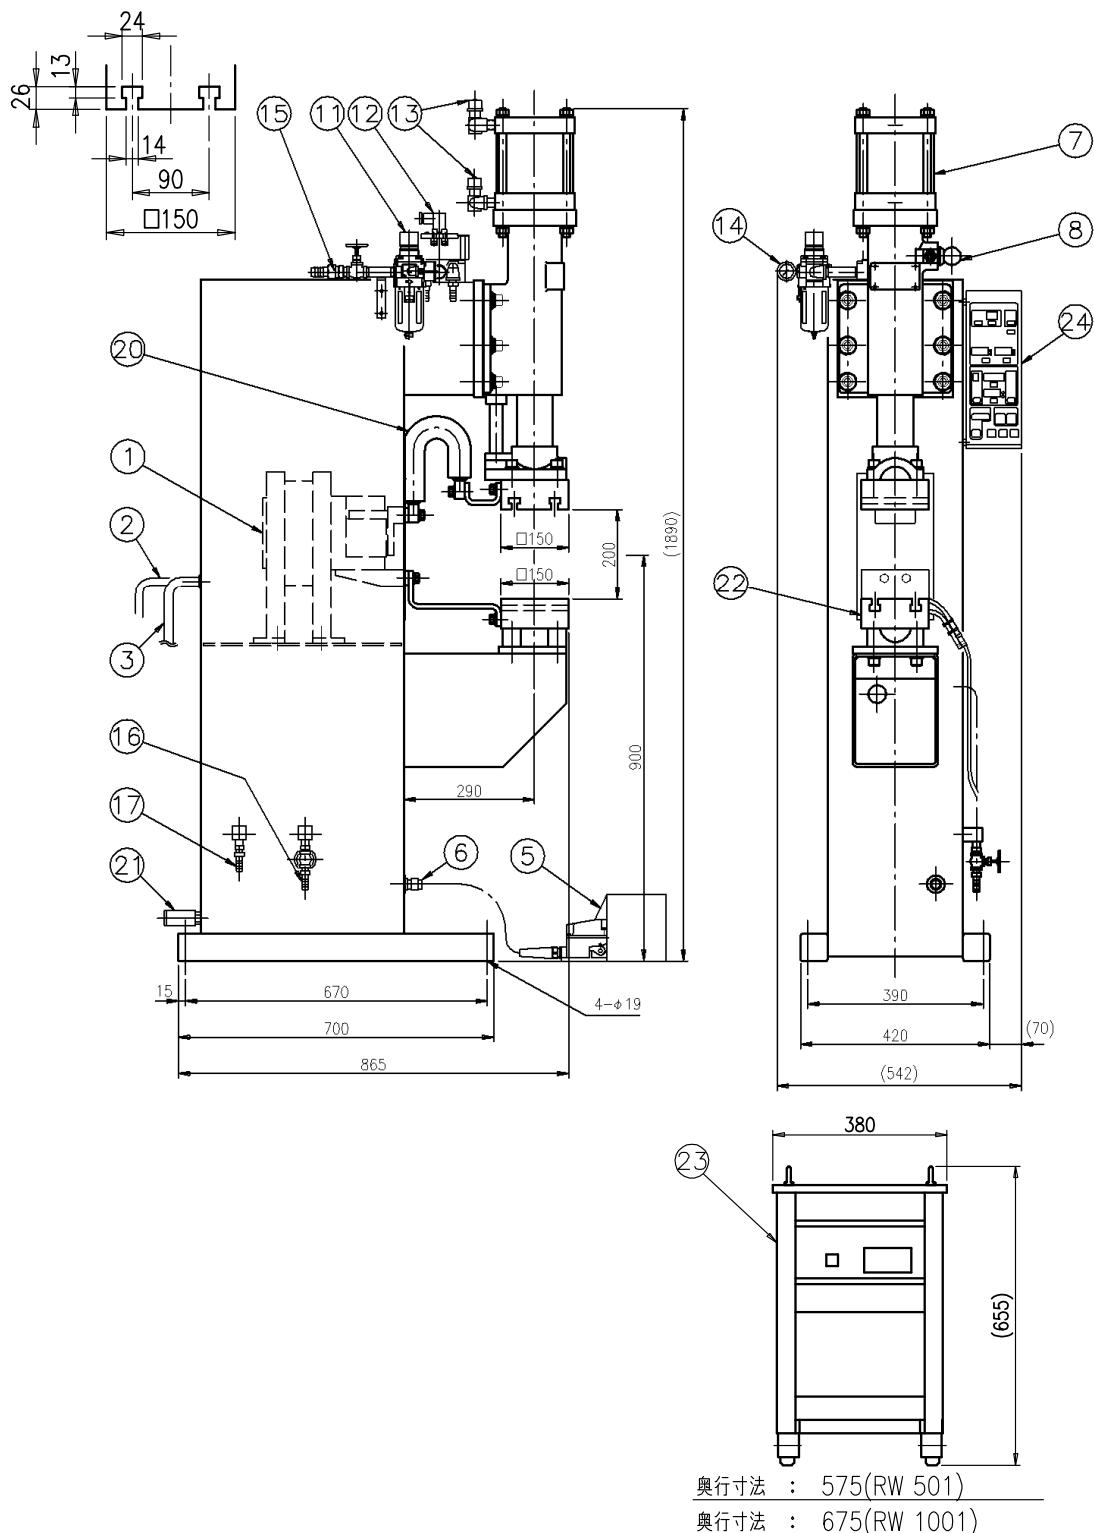

図5. SLIMS 45, 65-610 外形図
12.1.5 標準部品【SLIMS45, 65-610】(図5. 参照)